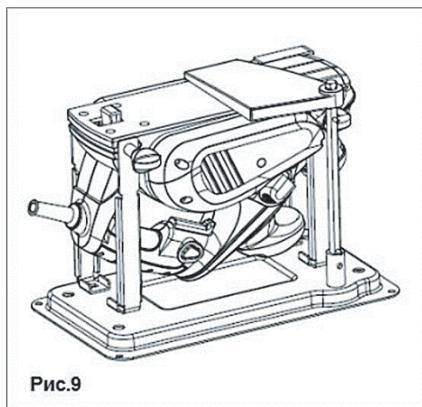

Рис.9
- установите на изделие предохранительный щиток. Для этого оденьте его на переднюю стойку елевой стороны и закрепите щиток винтом. (Рис.9)